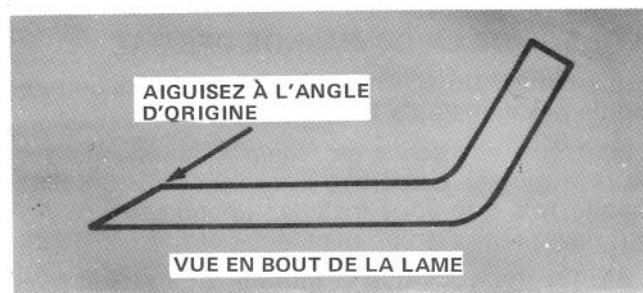

Figure 37
5. A l'aide d'une lime, aiguisiez le taillant aux deux extrémités de la lame (Fig. 37).
AVIS IMPORTANT: Aiguisiez le côté supérieur de la lame et maintenez l'angle de coupe d'origine pour assurer un taillant bien tranchant (Fig. 37). La lame restera équilibrée si vous enlevez la même quantité de métal aux deux extrémités de la lame.